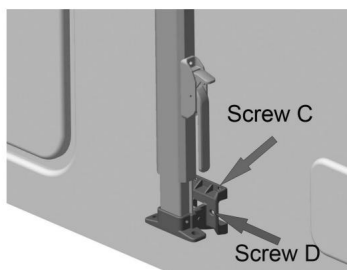
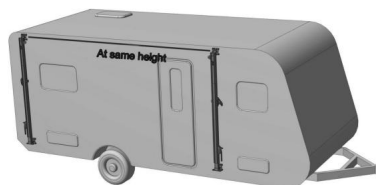

Figura C8
Figura C9
3.3 Retire los soportes inferiores de los brazos, colóquelos en la posición de instalación inferior con placas de aluminio, fíjelos con el tornillo C y el tornillo D (Figura C8). A continuación, ensamble el brazo al soporte, fije los soportes superiores también con el tornillo C y el tornillo D. Asegúrese de que los dos brazos estén a la misma altura. (Figura C9)